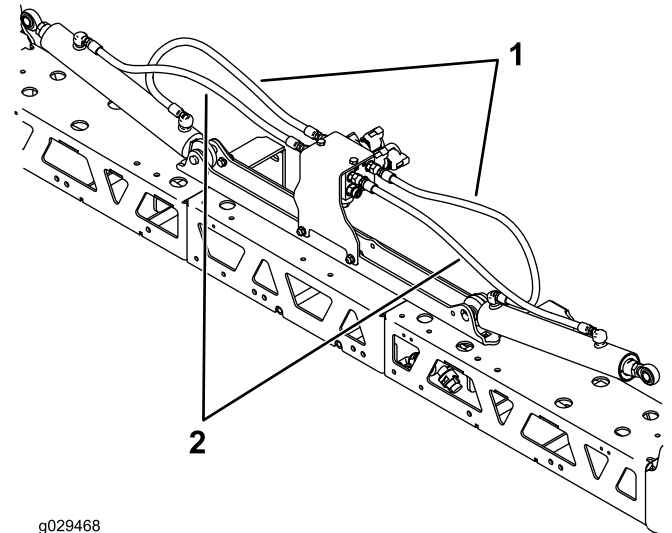

Figura 15
- Instale las mangueras hidráulicas (Figura 15).